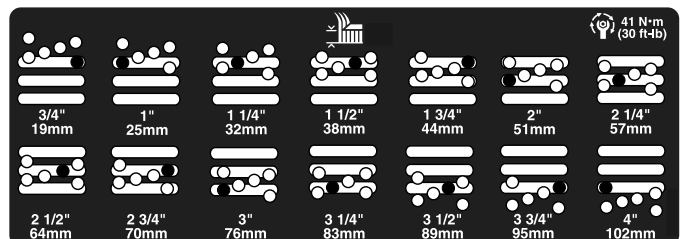

Bild 22
5. Stellen Sie die Kammer auf die gewünschte Schnitthöhe ein und setzen Sie das Distanzstück im gewünschten Schnitthöhenloch und -schlitz ein (Bild 22).